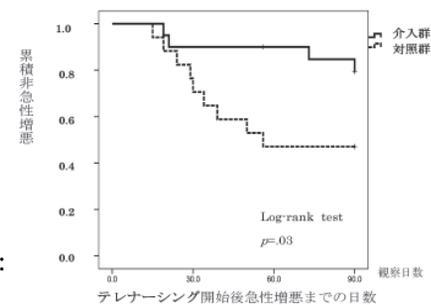

図2 テレナーシング介入中の急性増悪
- ▶ 在宅モニタリングに基づくテレナーシングは、COPD患者の在宅酸素療法実施の急性増悪発症予防および発症回数を低下させる可能性が示唆された(図2)。急性増悪症状出現までの平均日数は、介入群80.5日、対照群59.8日で、介入することの有効性が示された。